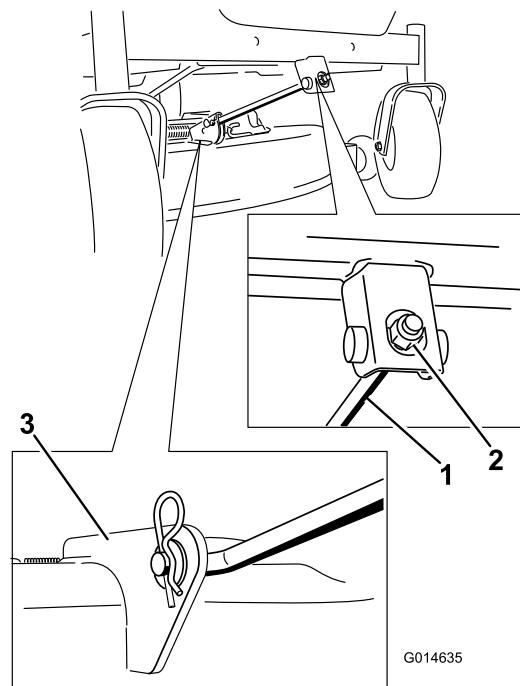

Figure 65
5. Retirez la goupille fendue de la tige de support avant et déposez la tige du support de plateau (Figure 65).
- Fixez la tige de support avant au plateau de coupe à l'aide de l'axe de chape et de la goupille fendue (Figure 65).